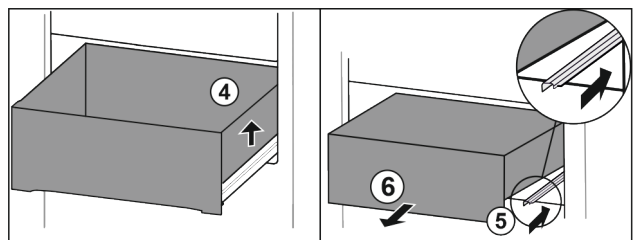

Fig. 114
- ▶ Soulever le tiroir sur la droite. Fig. 114 (4)
- ▶ Rentrer le rail de droite. Fig. 114 (5)
- ▶ Retirer le tiroir par l'avant. Fig. 114 (6)